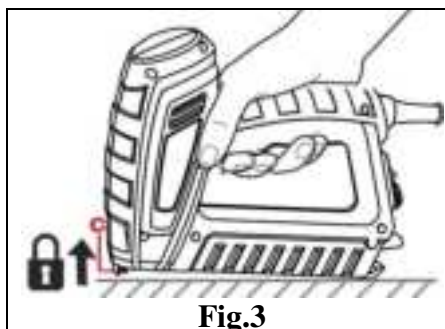

Fig.3
3. Mettre l'interrupteur (4) en position « I » (marche).
- En position relevée (Fig.3): le cran est verrouillé et empêche tout déclenchement intempestif.